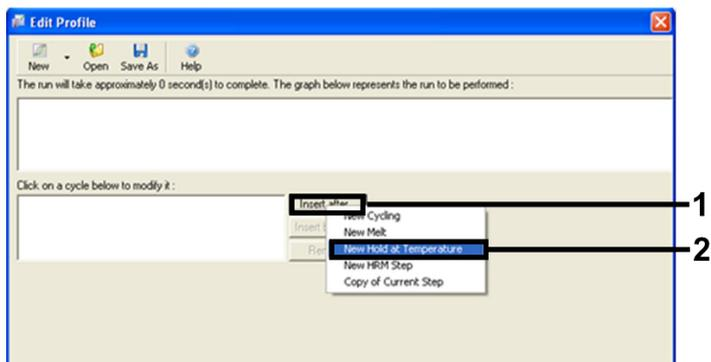

Abbildung 4. Einfügen eines ersten Inkubationsschritts.
6. Klicken Sie auf Insert after (Einfügen nach) und wählen Sie die Option New Hold at Temperature (Neue Haltetemperatur) (Abbildung 4).